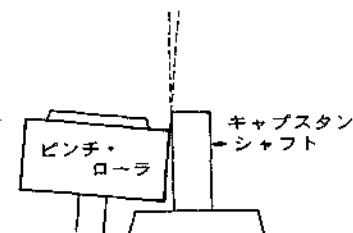
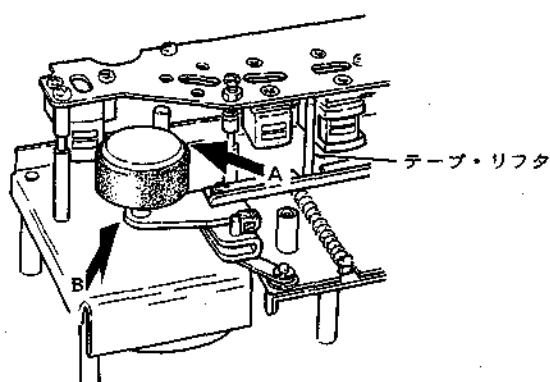

図11 A視図(平行でない例)
図10 平行度のチェック方向
- 図10に示すテープ・リフタを手で押し上げ、ピンチ・ローラをキャブスタン・シャフトに近づける。
- 図10に示すA方向から見て、ピンチ・ローラとキャブスタン・シャフトの平行度をチェックする。(図11)
- 次にピンチ・ローラを外し、テープ・リフタを上げ、図10のB方向から見てピンチ・ローラとキャブスタン・シャフトの平行度をチェックする。